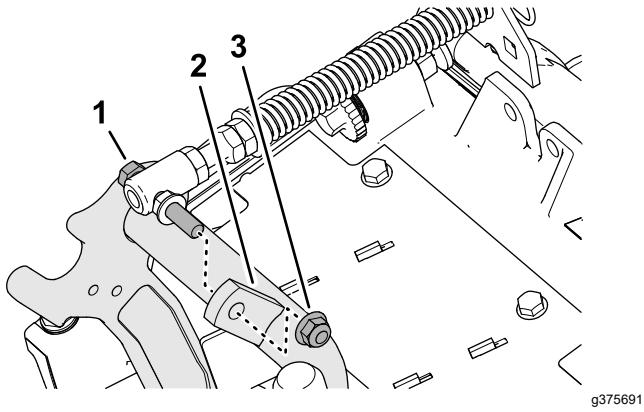

Bild 18
3. Entfernen Sie die Sicherungsbundmutter ($\frac{3}{8}''$), mit der die Kopfschraube der Rasenkompensierungsfeder an der rechten Lasche des Trägerrahmens befestigt ist, und nehmen Sie die Kompensationsfeder vom Mähwerk ab (Bild 18).